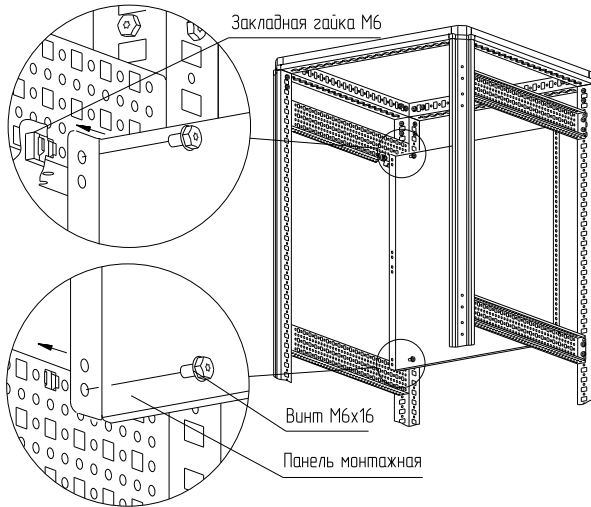

Рисунок 16
– вариант 2. Набором «закладная гайка М6 – винт М6х 16 – шайба 6.4». Для этого предварительно установите закладные гайки в квадратные отверстия реек монтажных и закрепите панель монтажную винтами М6х 16 с шайбами 6.4 (рисунок 16). Момент затяжки – 7 Н·м. Набор крепежа приобретается отдельно.